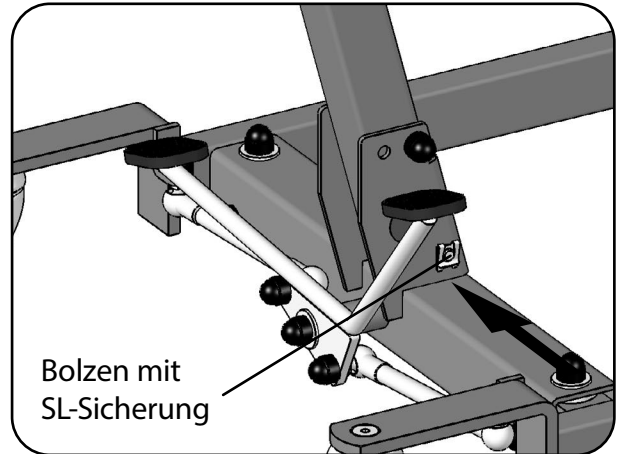

Abb. 6.2.1.04 – Standmastaufnahme
8. Entfernen Sie den Bolzen mit SL-Sicherung aus der Haltetasche an der Hebearmaufnahme (Abb. 6.2.1.06).